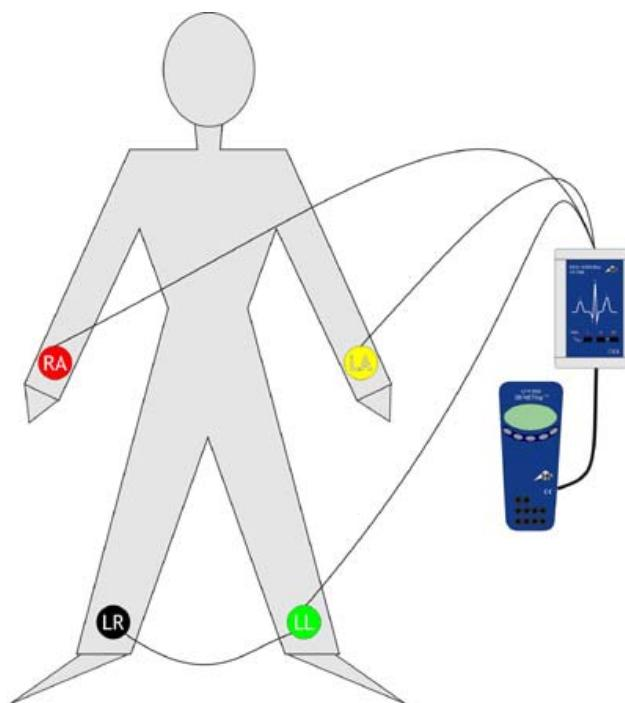

Fig. 1 Messung des EKG an einer Versuchsperson
ROT an den rechten Unterarm (RA), **GELB** an den linken Unterarm (LA), **GRÜN** an den linken Unterschenkel (LL), **SCHWARZ** an den rechten Unterschenkel, siehe hierzu die Fig. 1.
- Vorbereitung des Versuchs gemäß Fig. 1.